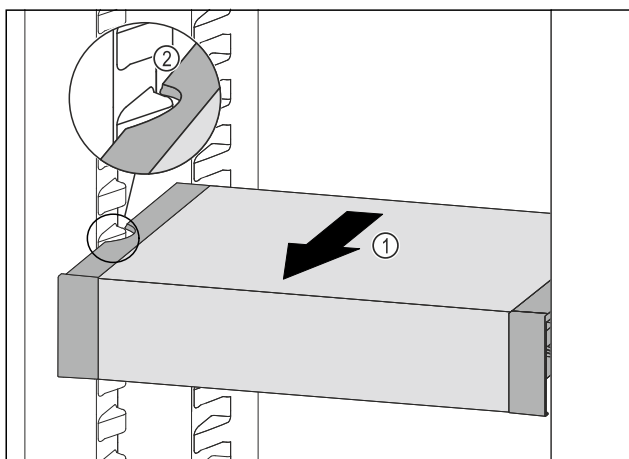

Fig. 173
- Táhněte VarioSafe dopředu Fig. 173 (1), dokud nebudou boční vybrání VarioSafe na úrovni žebrování na nádoby v chladničce. Fig. 173 (2)